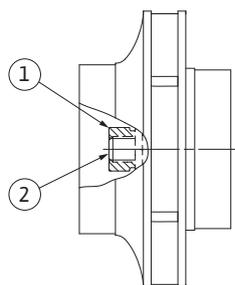

Fig. 55: Posición correcta de la tuerca del rodete tras el montaje
29. Sujete el eje (véase el paso 24) y apriete la tuerca del rodete con el par de apriete prescrito (véase el listado «Tabla 11: Pares de apriete de los tornillos» en la página 57). La tuerca (Fig. 55, pos. 1) debe quedar enrasada con el extremo del eje (Fig. 55, pos. 2) con un margen de tolerancia de $\pm 0,5$ mm. Si no es así, afloje la tuerca y repita los pasos 25 al 29.